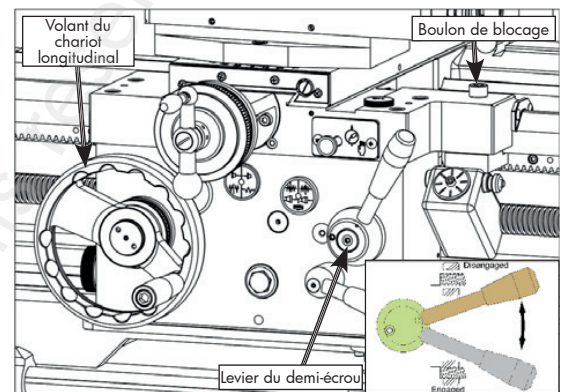

Fig. 10 Réglage des commandes du chariot longitudinal pour son déplacement
4. Pour un meilleur équilibrage de la charge, desserrez le boulon de verrouillage du chariot longitudinal, dégagez le levier du demi-écrou, puis tournez le volant du chariot longitudinal pour le déplacer vers la contre-pointe. (Figure 10)